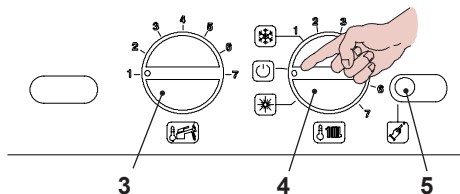

Fig. 5.88
- Per uscire dalla programmazione posizionare il selettore di funzione / manopola regolazione temperatura 4 come indicato in Fig. 5.88.